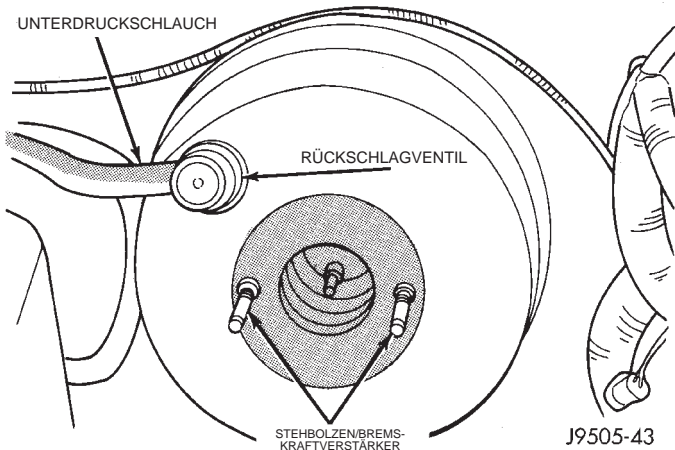

Abb. 24 Rückschlagventil und Schlauch/Bremskraftverstärker
(1) Luftfiltergehäuse entfernen.
(2) Hauptbremszylinder, Kombi-Ventil und HCU ausbauen.
(3) Unterdruckschlauch vom Rückschlagventil des Bremskraftverstärkers abziehen (Abb. 24).